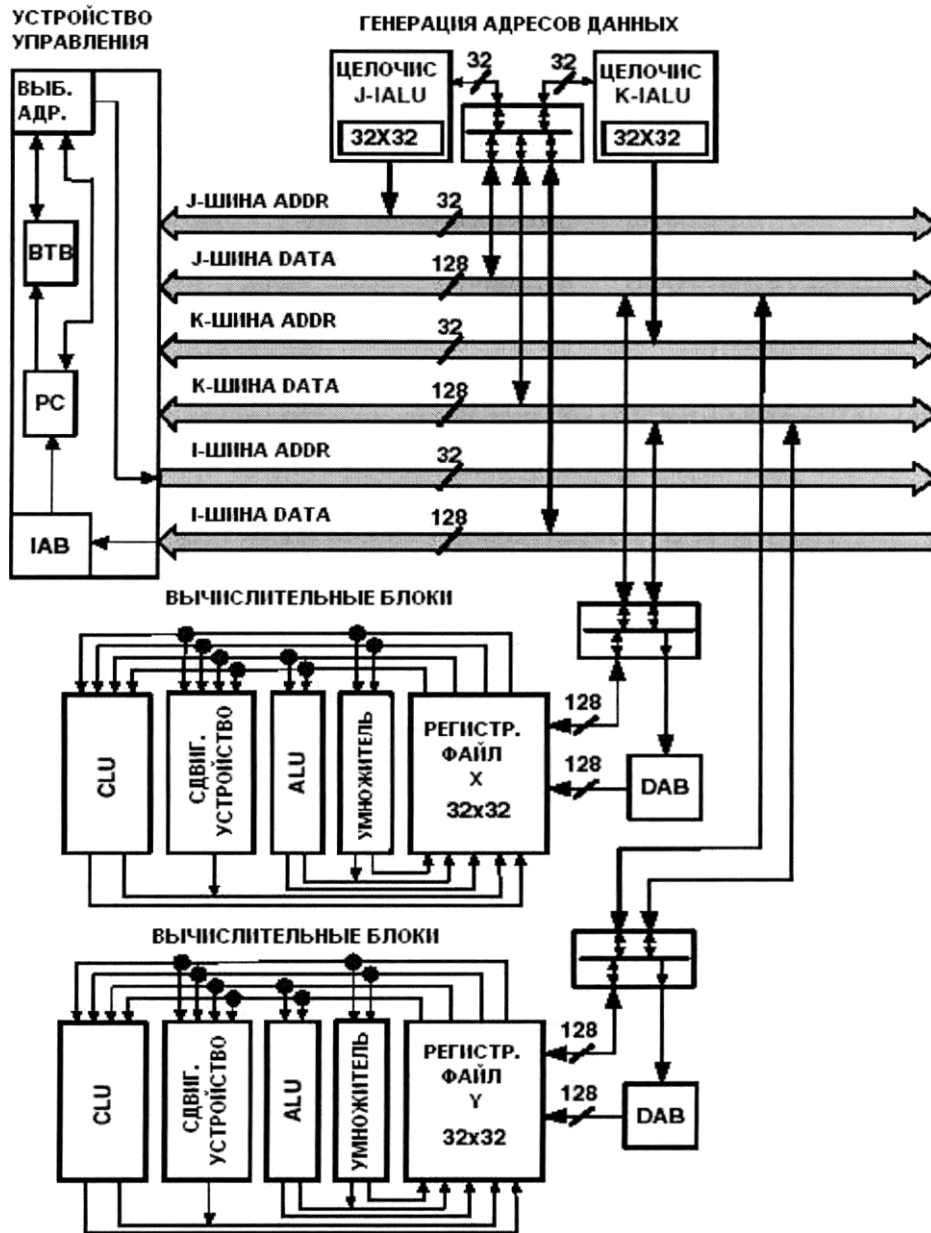

Рисунок 4 – Схема ядра процессора
- ядро процессора (Рисунок 4), где исполняются команды;
В ядре процессора можно выделить пять самостоятельных функциональных модуля (Рисунок 4):